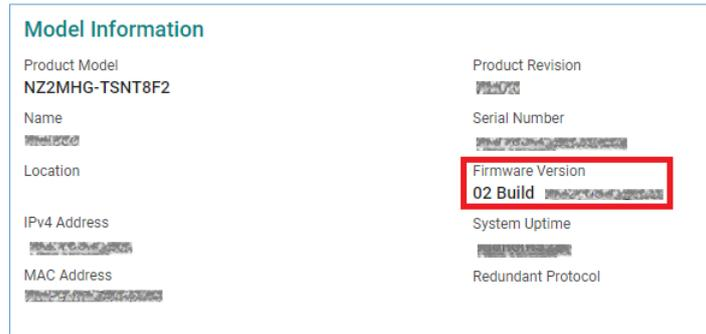

図 2 NZ2MHG-TSNT8F2 Model Information 画面
- (1) Web インタフェースで NZ2MHG-TSNT8F2、NZ2MHG-TSNT4 にログイン後、[Device Summary]画面が表示されます。
- (2) [Device Summary]画面に表示される Model Information の Firmware Version に表示される文字の先頭 2 桁の数字を確認します(図 2 参照)。